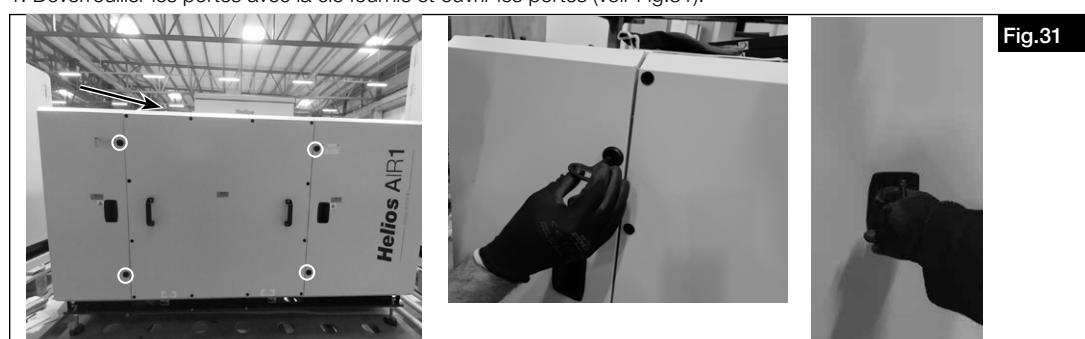

Fig.31
1. Déverrouiller les portes avec la clé fournie et ouvrir les portes (voir Fig.31).